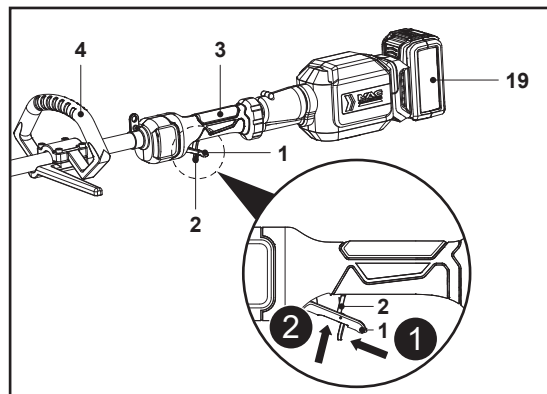

Fig. 17
1. S'assurer que la batterie (19) est montée dans le port de connexion de la batterie (8).
2. S'assurer que la tête de coupe-bordures (18) ou la lame de coupe (21) ne touche aucun objet.
3. Tenir le produit avec une main sur la poignée principale (3) et l'autre main sur la poignée secondaire (4). Ne pas démarrer le produit en le tenant d'une seule main.
4. Pousser le levier de déverrouillage (2) et le maintenir ainsi (Fig. 17, étape 1).
5. Appuyer sur l'interrupteur Marche / Arrêt (1) pour mettre le produit sous tension (Fig. 17, étape 2). Relâcher ensuite le levier de déverrouillage (2).
6. Relâcher l'interrupteur Marche / Arrêt (1) pour mettre le produit hors tension.